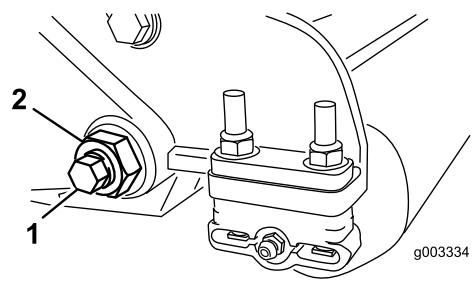
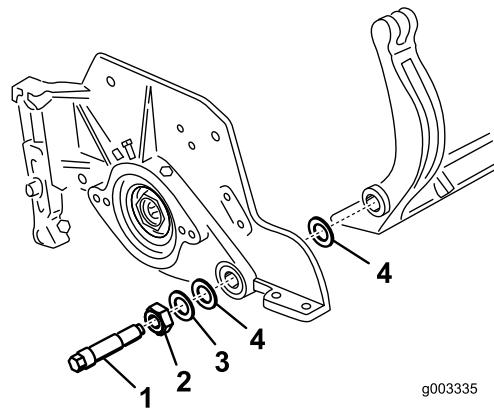
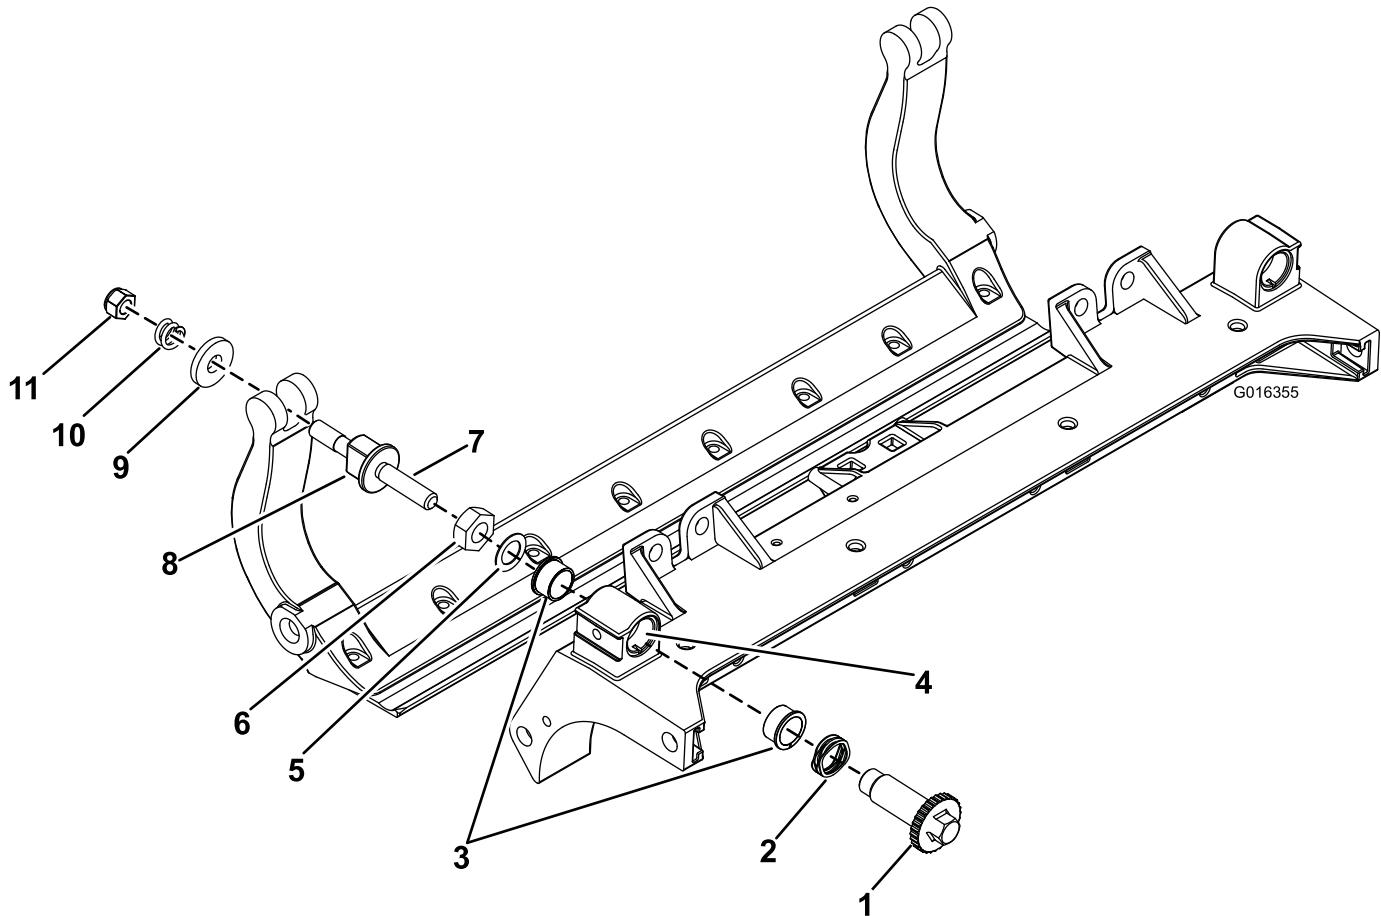

Figura 27
Figura 28
Figura 30
- En cada lado de la máquina, afloje la contratuerca que fija el perno de la barra de asiento (Figura 27).
- Retire cada perno de la barra de asiento, para poder tirar de la barra hacia abajo y retirarla de la máquina (Figura 27). Guarde las 2 arandelas de nylon y la arandela de acero troquelado de cada extremo de la barra de asiento (Figura 28).
- Fije la barra de asiento a cada chapa lateral con los pernos de la barra (con tuercas en los pernos) y las 6 arandelas. Debe colocarse una arandela de nylon en cada lado del saliente de la chapa lateral. Coloque una arandela de acero por fuera de cada arandela de nylon (Figura 28). Apriete los pernos de la barra de asiento a 37-45 Nm. Apriete las contratuercas hasta que la arandela de acero exterior deje de girar, y la holgura quede eliminada, pero no apriete demasiado ni desvíe las chapas laterales. Las arandelas del interior pueden tener cierta holgura.
9. Sujete la barra de asiento a cada chapa lateral con los pernos de la barra (con tuercas en los pernos) y las 6 arandelas. Debe colocarse una arandela de nylon en cada lado del saliente de la chapa lateral. Coloque una arandela de acero por fuera de cada arandela de nylon (Figura 30). Apriete los pernos de la barra de asiento a 37-45Nm. Apriete las contratuerzas hasta que la arandela de acero exterior deje de girar, y la holgura quede eliminada, pero no apriete demasiado ni desvíe las chapas laterales. Las arandelas del interior pueden tener cierta holgura (Figura 28).
1. Retire todas las piezas (consulte las *Instrucciones de instalación* del Kit HD DPA Modelo 120-7230 y Figura 30).
2. Aplique antigripante al interior del alojamiento de los casquillos del bastidor central de la unidad de corte (Figura 30).
3. Alinee los salientes de los casquillos con brida con las ranuras del bastidor, e instale los casquillos (Figura 30).
4. Instale una arandela ondulada sobre el eje del ajustador e introduzca el eje del ajustador en los casquillos con brida del bastidor de la unidad de corte (Figura 30).
5. Sujete el eje del ajustador con una arandela plana y una contratuerca (Figura 30). Apriete la contratuerca a 20-27 N·m.